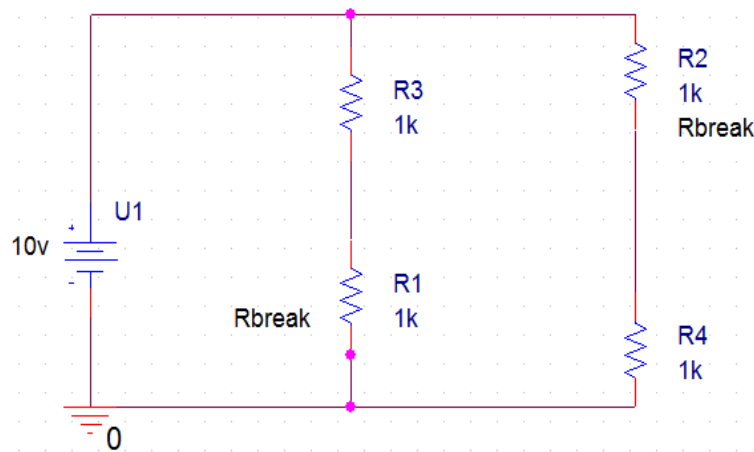

Рисунок 6.32 – Схема термовимірювального моста
43. Накресліть зображену нижче схему термовимірювального моста. Для цього завантажте на екран *OrCAD Capture* два резистори типу *Rbreak* з бібліотеки *Breakout.olb* і два звичайні резистори R з бібліотеки *Analog.olb*. Збережіть цю схему в теці $D:\backslash RT16\backslash Lab06$ під ім'ям *Termobridg.sch* (рис. 6.32).
Встановлене за замовчуванням значення опору 1 k ($1\text{ k}\Omega$) цілком підходить для цього моста. Отже, залиште значення опору таким, яке воно є, і викличте його індикацію на креслення схеми (див. рис. 6.32). Тепер ваша схема термовимірювального моста готова. Можна приступати до проведення попереднього налаштування для запланованого аналізу *DC Sweep*, де як змінна використовуватиметься температура довкілля.
Далі ви дослідите залежність напруги в схемі термовимірювального моста (рис. 6.32) від робочої температури за різних значень температурного коефіцієнта $TC1$, а потім подасте результат цього подвійного аналізу у вигляді сімейства кривих на одній загальній діаграмі. Для виконання подібних завдань програма *PSpice* надає користувачам можливість разом з основним аналізом проводити так званий «вкладений» (додатковий) аналіз (*Nested Sweep*) для ще однієї змінної.